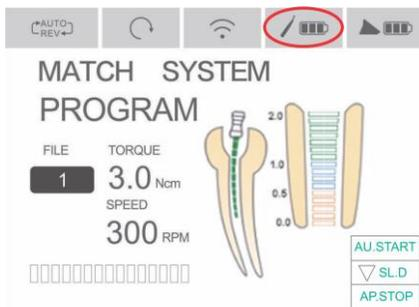

Fig. 13
2. **Carregamento da bateria da peça de mão:** A peça de mão também possui uma bateria interna que poderá ser recarregada de duas formas, com cabo e wireless (sem cabo). Carregar a mesma quando o indicador de energia estiver vazio, fig. 13.